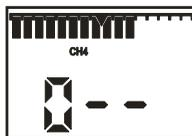

Рисунок 9.3
1) на воздухе, не содержащем горючих газов, перевести газоанализатор в режим "ПОДСТРОЙКА НУЛЯ". Для этого необходимо при нажатой кнопке "ОТКЛ" включить газоанализатор. После появления на индикаторе надписи " 0 - - " отпустить кнопки (рисунок 9.3);